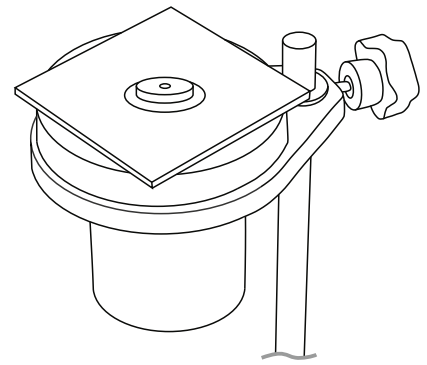

Figure 1
- 1 Placez la coupe sur le statifa et mettez-la de niveau à l'aide de la plaque de verre et du niveau à bulle fournis avec le statif (Figure 1).